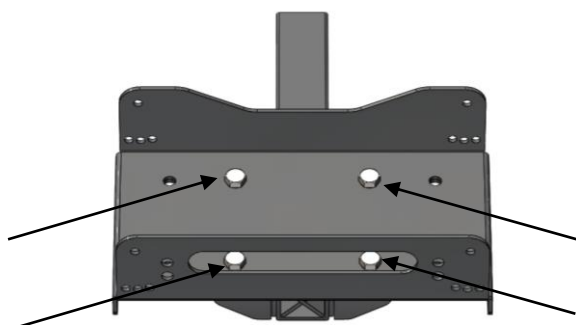

Рис.1
2. Привернуть площадку к монтажной трубе, используя для каждого отверстия порядок: болт M12x30 - шайба 12 – площадка лебедки – кронштейн монтажной трубы - шайба 12 – шайба гровер 12 – гайка M12 (рис.1).